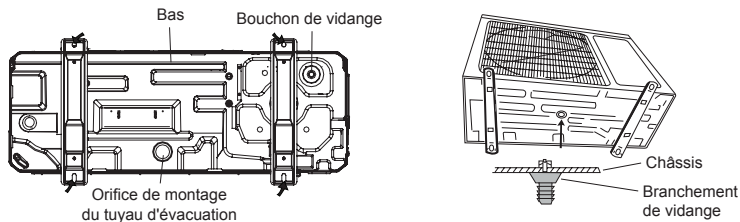

Fig. 10
4.2.2 Évacuation de la condensation sur l'équipement extérieur (uniquement pour la pompe à chaleur) (Fig. 10)